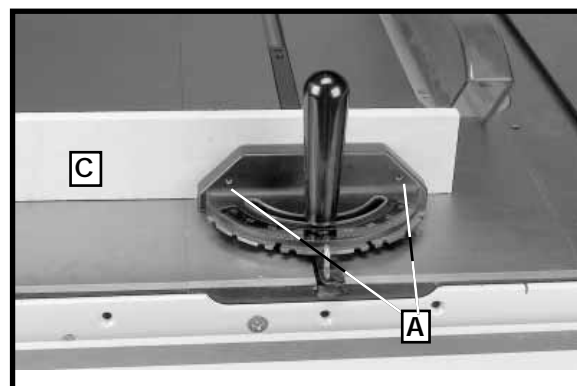

Fig. S3
Para mayor seguridad y conveniencia, el calibrador de inglete puede ajustarse con un revestimiento de madera auxiliar (C), como se muestra en la Fig. S3, que debe ser por lo menos 2,5 cm (1 pulgada) más alto que la profundidad máxima de corte y debe extenderse 30 cm (12 pulgadas) o más hacia un lado o el otro, según en qué ranura del calibrador de inglete sea utilizado. Este revestimiento de madera auxiliar (C) puede sujetarse al frente del calibrador de inglete con dos tornillos para madera (A) a través de los orificios provistos en el cuerpo del calibrador y del revestimiento de madera.